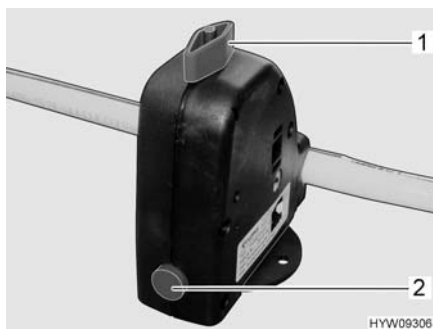

Fig. 153 Valvola di sicurezza/di scarico (Truma)
- Chiudere la valvola di sicurezza/di scarico (Truma). A tal fine ruotare la manopola (Fig. 153,1) verticalmente rispetto alla valvola di sicurezza/di scarico e premere verso l'interno il bottone automatico (Fig. 153,3). Con temperature inferiori a 6 °C non è possibile chiudere la valvola di sicurezza/di scarico.